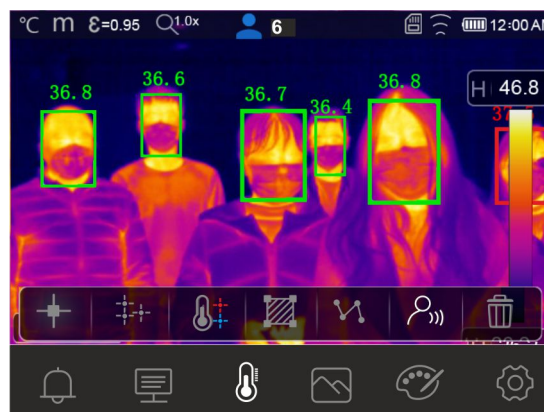

Fig. 36: Modo Faccia su più persone
7. Il Modo Faccia permetta la valutazione della temperatura facciale su più persone (**fino a 10 persone**) simultaneamente (vedere Fig. 36). Il contatore “” presente nella parte alta del display indica il numero di rilevazioni statisticamente valide